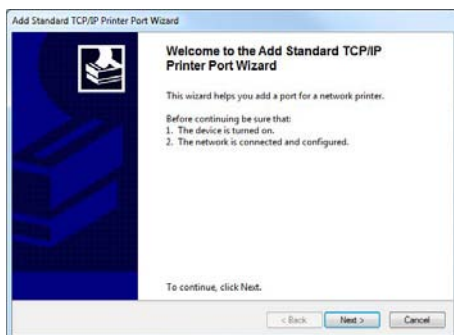

Abbildung 53: Assistent zum Hinzufügen eines Standard-TCP/IP-Druckerports
- Der "Assistent zum Hinzufügen eines Standard-TCP/IP-Druckerports" wird geöffnet. Klicken Sie auf "Weiter >" (siehe Abbildung 53).